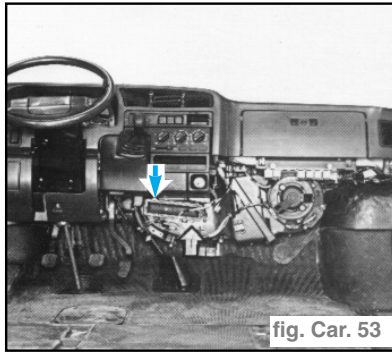

fig. Car. 53
- Déposer le radiateur complet en agissant sur les vis de fixation indiquées. (fig. Car. 53)